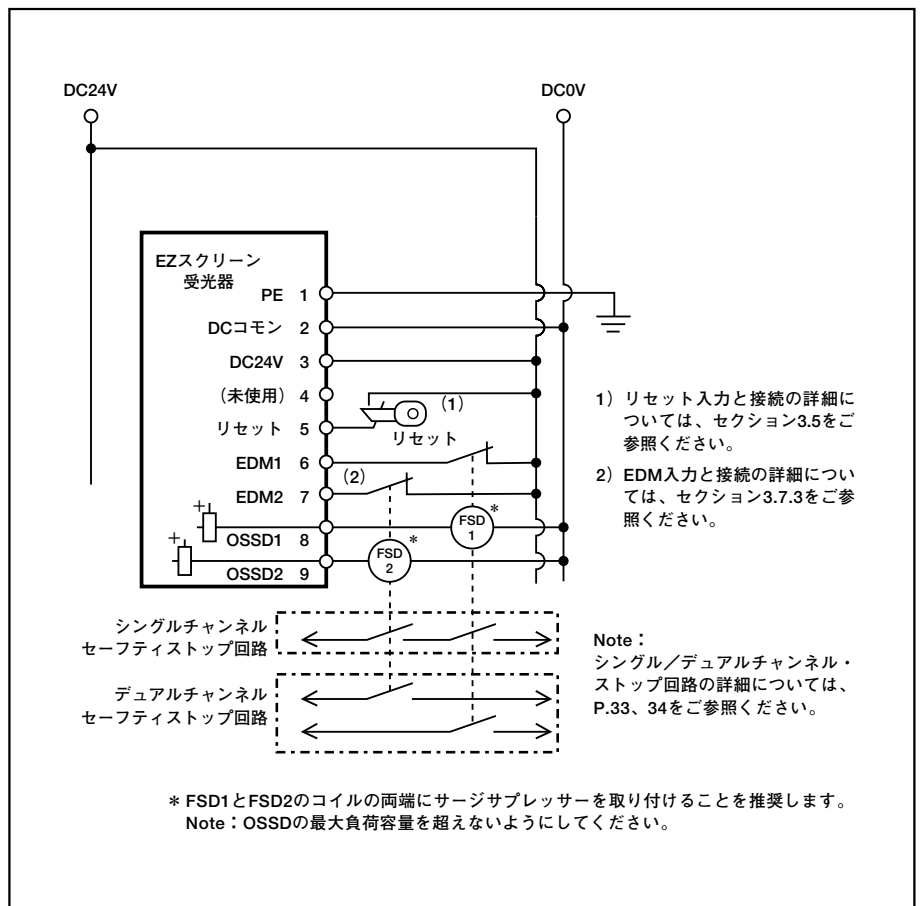

Fig.3-17 EZスクリーン受光器の一般的な接続 - FSD (2ch EDM、キーリセット)
一般にこれは、OSSDがOFFになるとき最終段開閉素子 (FSD ; Final Switching Device) によって行われます。Fig.3-17をご参照ください。
インターフェイス・モジュールからのノーマルオープンのセーフティ出力により、1ch制御または2ch制御で使用するセーフティストップ回路を形成する、二重化された接点の直列接続が可能になります。(Fig.3-17参照)
これらの要件を満たす一般的な方法は、モニタリングに2チャンネル制御を使用し、各MPCEのノーマルクローズの強制ガイド式接点を右のセクションとFig.3-17、3-18、および3-19に示されているように接続することです。
2つの機械一次制御要素 (MPCE1とMPCE2) は、他の装置の状態に関係なく危険な機械の動作を即時停止できなければなりません。機械制御におけるこれらの2つのMPCEは同じものである必要はありませんが、機械の停止時間 (安全距離の計算に使用する T_s) には遅い方を考慮に入れる必要があります (セクション3.3.1参照)。1つの一次制御要素しかない機械もあります。このような機械では、単一のMPCEの回路をもう1つ追加して二重化する必要があります。詳細については、Fig.3-17と3-18を参照するか、装置メーカーにご相談ください。
外部デバイスモニタリング；各MPCEの1つのノーマルクローズ強制ガイド式モニタ接点をEDM入力に接続することを強く推奨します (Fig.3-17と3-18参照)。この接続を行うと、MPCEの適正な動作が保証されます。MPCE接点のモニタは、「信頼できる制御」を維持する方法の1つです。
- **2チャンネルモニタリング**は、EZスクリーン・システムにより制御される各装置から強制ガイド (キャプティブ接点) されるノーマルクローズのモニタ接点の個別接続です。モニタ接点は、対応するOSSDの状態 (ONまたはOFF) が変化してから200ms以内に必ず状態が変わる (両方もオープンまたはクローズ) 必要があります。そうならない場合、ロックアウトとなります (セクション5.1「自己診断」参照)。2ch EDMの接続については、Fig.3-17と3-18をご参照ください。モニタ接点をDC24VとEDM1 (端子6) の間とDC24VとEDM2 (端子7) の間に接続してください。セクション4.1の指示に従って、DIPスイッチを「2チャンネル」に設定します。